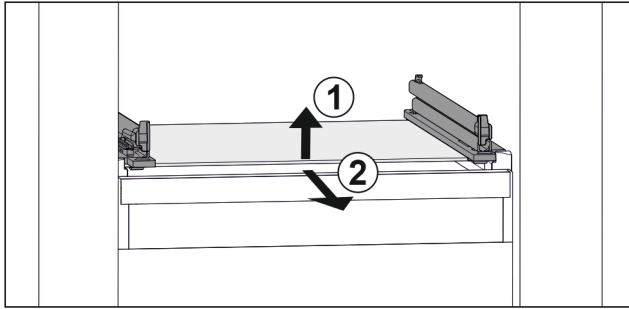

Fig. 141 Cam plakanın örnek gösterimi
- Cam plakayı önden kaldırın. Fig. 141 (1)
- Cam plakayı öne doğru çıkartın. Fig. 141 (2)